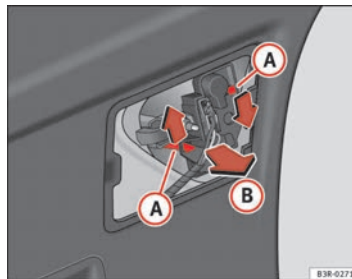

Fig. 234 Smontaggio del supporto lampade
- Fare pressione sulle linguette ③ ⇒ pag. 294, fig. 234 nel senso indicato dalle frecce ed estrarre il portalamпада nel senso indicato dalla freccia ④.